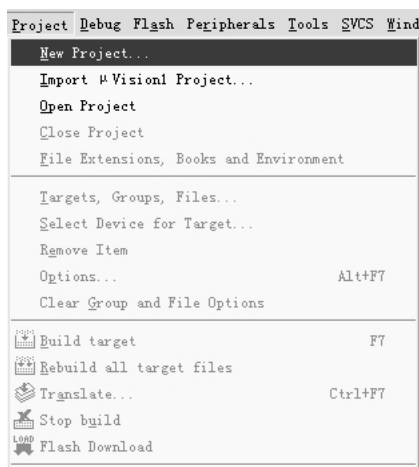
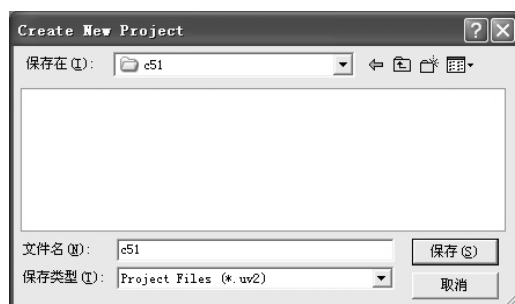

图 1-13 “New Project”选项
图 1-14 保存文件
(2) 建立新工程。单击“Project”菜单, 在弹出的下拉菜单中选中“New Project”选项, 如图 1-13 所示。然后选择需要保存的路径, 输入工程文件名, 例如, 保存到 c51 目录里, 工程文件名为 c51, 如图 1-14 所示, 最后单击“保存”按钮。